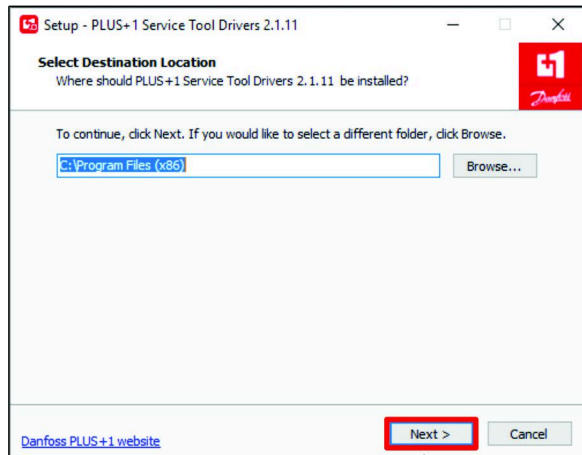

図 29
1. 宛先の場所の選択ダイアログ ボックスで、次へボタン (図 29) をクリックする。